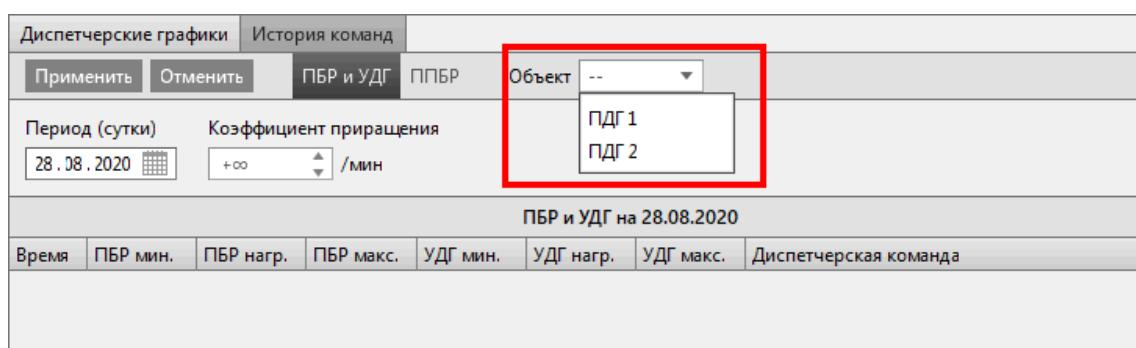

Рисунок 144 - Объект ПДГ
1. Выберите объект ПДГ (Рисунок 144).